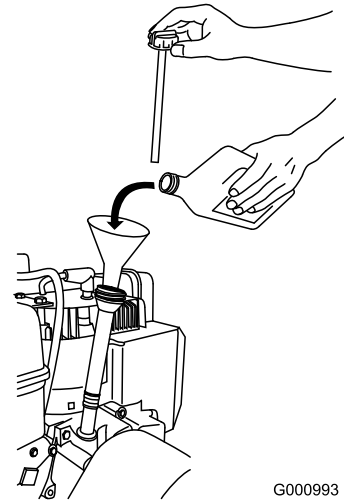

Bild 13
1. Nehmen Sie den Peilstab heraus und füllen Sie das Öl **langsam** in den Einfüllstutzen ein, um den Ölstand auf die Vollmarke am Peilstab anzuheben. **Überfüllen Sie nicht.**(Bild 13).